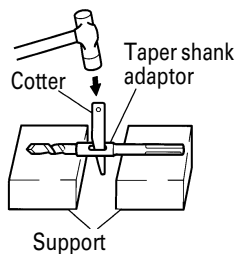

Fig. 10
- (2) Mettre l'appareil sous tension et percer un trou de base.
- (3) Après avoir retiré la poussière avec une seringue, fixer le mandrin à la pointe du sabot et l'enfoncer dans le sabot avec un marteau.
- (4) Pour retirer la mèche à queue conique, insérer une clavette dans la fente du raccord de queue conique et frapper sur la clavette avec un marteau. (Fig. 10)